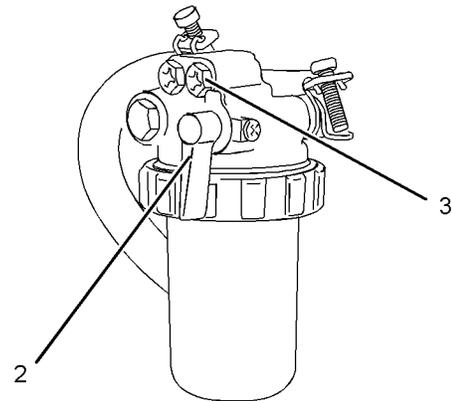
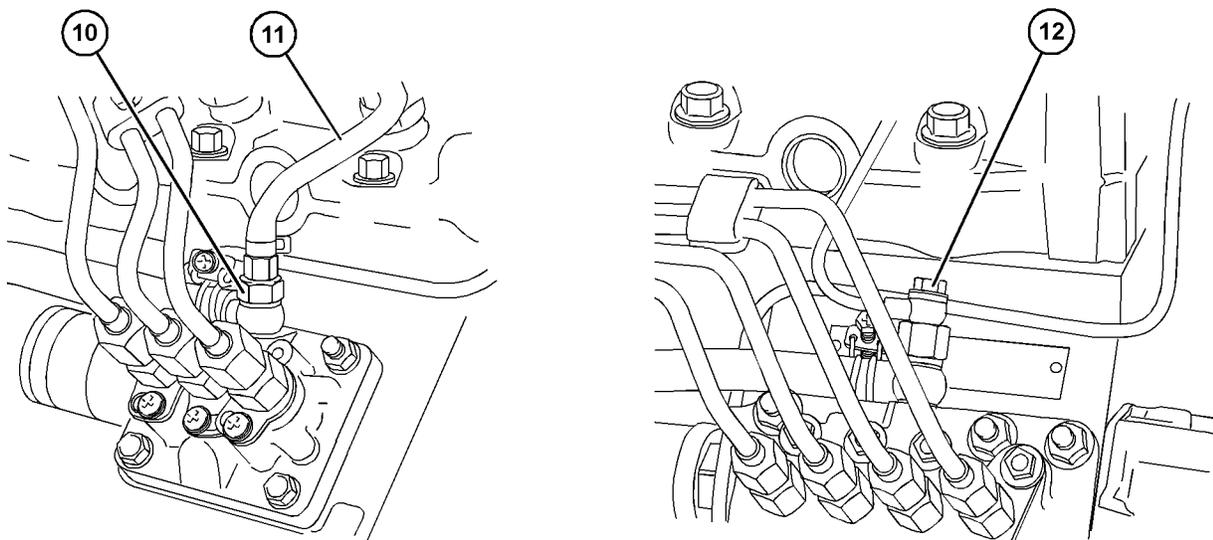

Abbildung 74
Abbildung 78
1. Sicherstellen, dass sich das Kraftstoffventil (2) für den Kraftstofffilter mit einem Einsatz in der Stellung ON (EIN) befindet. Siehe Abbildung 74 .
3. Die handbetätigte Entlüftungspumpe (6) betätigen. Die Entlüftungsschraube festziehen, sobald Kraftstoff ohne Luft aus der Entlüftungsschraube fließt.
4. Den Anschluss (10 oder 12) an der Kraftstoffeinspritzpumpe lösen. Siehe Abbildung 78 .
**Anmerkung:** Die Kraftstoffrücklaufleitung (11) muss zum Entlüften des Kraftstoffsystems u. U. entfernt werden.
3. Die Leitungsentlüftungspumpe (7) betätigen. Die Entlüftungsschraube festziehen, sobald Kraftstoff ohne Luft aus der Entlüftungsschraube fließt.
3. Die elektrische Entlüftungspumpe (8) in Betrieb nehmen. Die Entlüftungsschraube festziehen, sobald Kraftstoff ohne Luft aus der Entlüftungsschraube fließt. Die elektrische Entlüftungspumpe ausschalten.
4. Die Anschlussschraube (10 oder 12) an der Kraftstoffeinspritzpumpe lösen. Siehe Abbildung 78 .
5. Die elektrische Entlüftungspumpe (8) in Betrieb nehmen. Sobald Kraftstoff ohne Luft an den Anschlüssen austritt, die Anschlussschraube wieder festziehen. Wenn sie zuvor entfernt wurde, die Kraftstoffrücklaufleitung (11) anschließen.
3. Die Kraftstoffförderpumpe (9) betreiben. Die Entlüftungsschraube festziehen, sobald Kraftstoff ohne Luft aus der Entlüftungsschraube fließt. Die Kraftstoffförderpumpe stoppen.